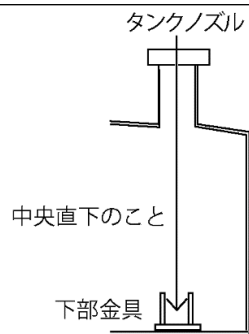

図3. 下部金具の取り付け
- 下部金具は必ずタンクノズルの中央直下に取り付けてください。(図3参照)